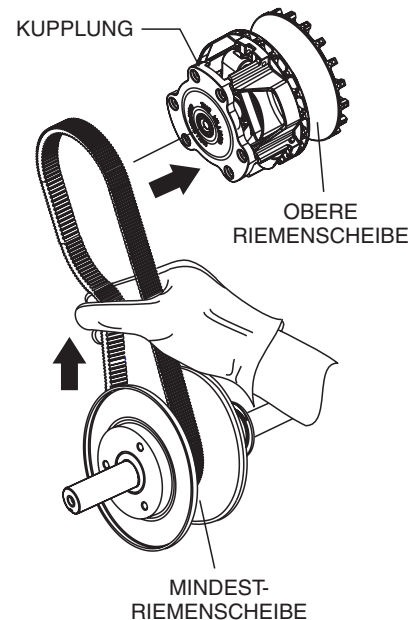

Abbildung 28. Installation des oberen Riemens
2. Setzen Sie das freie Ende des CVT-Riemens (Abbildung 28) in die oberen Riemenscheibennuten.